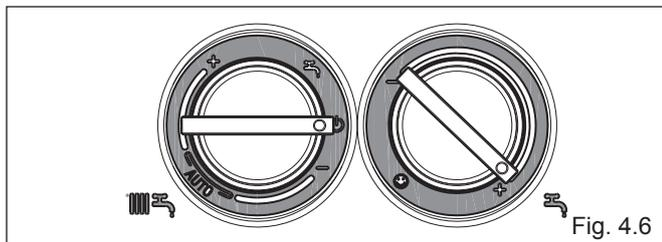

Fig. 4.6
Il visualizzatore (3) indica la temperatura di mandata dell'acqua riscaldamento o dell'acqua sanitaria in base alla richiesta in corso. Durante l'accensione del bruciatore, in seguito ad una richiesta di preriscaldamento, il visualizzatore mostra il simbolo **P** lampeggiante e l'icona fiamma. Per disattivare la funzione preriscaldamento ruotare nuovamente la manopola regolazione temperatura acqua sanitaria sul simbolo ☺. Riportare la manopola di regolazione temperatura acqua sanitaria nella posizione desiderata. La funzione non è attiva con caldaia in stato OFF: selettore di funzione su spento (OFF) (fig. 4.6).